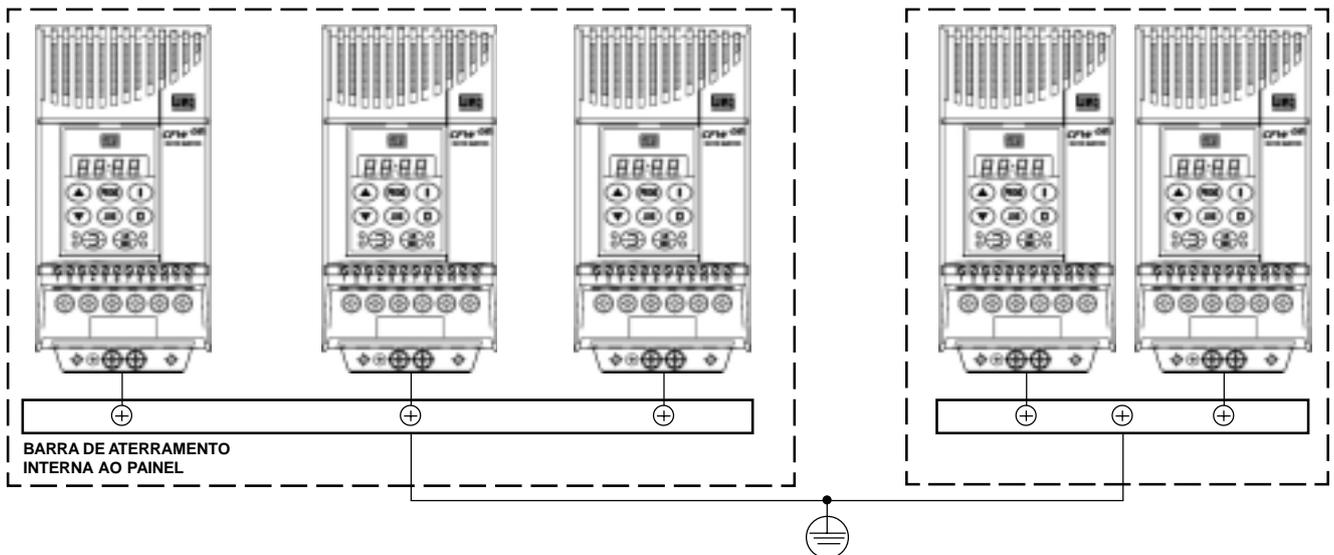

Figura 3.5 - Conexões de aterramento para mais de um inversor
Os inversores devem ser obrigatoriamente aterrados a um terra de proteção (PE). A conexão de aterramento deve seguir as normas locais. Utilize no mínimo a fiação com a bitola indicada na Tabela 3.3. Conecte a uma haste de aterramento específica ou ao ponto de aterramento geral (resistência (10 ohms). Não compartilhe a fiação de aterramento com outros equipamentos que operem com altas correntes (ex.: motores de alta potência, máquinas de solda, etc). Quando vários inversores forem utilizados observar a Figura 3.5.